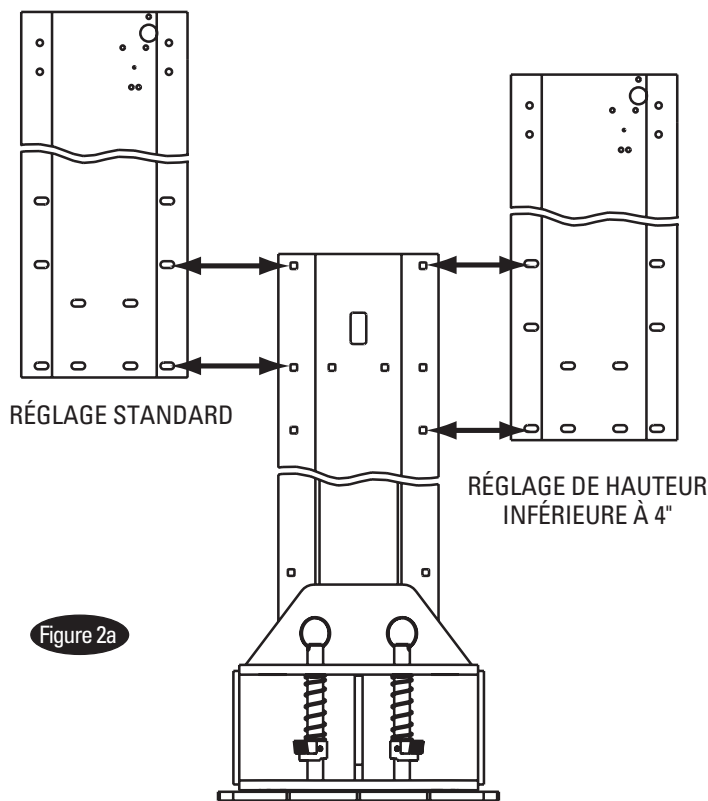

Figure 2a
3. Extensions de colonne : Avant de monter les colonnes, installez les extensions de colonne en utilisant (12) 3/8" -16NC x 3/4" Chariot HHCS et contre-écrous à bride, Figure 3 et Figure 2a.
1. Installez l'item (2) avec des colliers de serrage en métal, du côté de la colonne de l'alimentation, en le connectant d'abord au cylindre (1).
2. Installez l'item (3) avec des colliers de serrage en plastique partant du cylindre de colonne opposé (1) en se dirigeant vers la colonne de l'unité de l'alimentation. Tous les tuyaux excédentaires doivent être dans les coudes et à l'intérieur de l'assemblage suspendu. N'essayez PAS d'utiliser les trous de montage facultatifs de l'extension de colonne, Figure 2a, lors de la fixation des colliers de serrage de tuyau. Ils ne fonctionneront PAS. Utilisez les trous inférieurs.
3. Installez l'item (4) dans l'unité d'alimentation.
4. Connectez l'item (2) & Item. (3) au raccord en T (4).